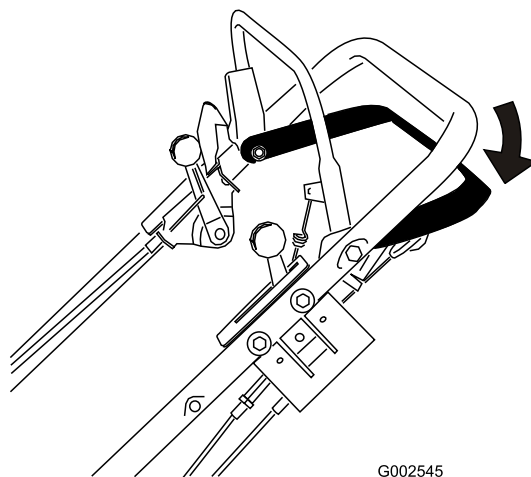

Figura 16
1. Rilasciate la barra di comando della trazione (Figura 16).